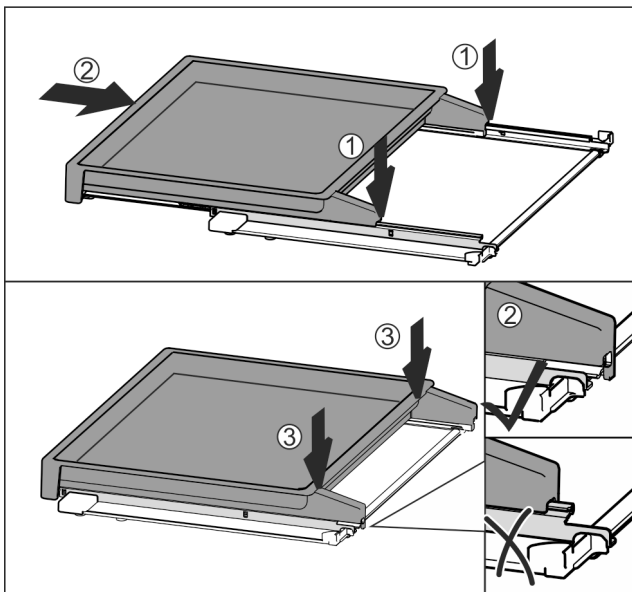

Fig. 33
- ▶ Встановіть по центру на рейки Fig. 33 (1).
- ▶ Повністю вставте витяжну панель Fig. 33 (2).
- ▶ Натиснути на задній бік, доки вона не зафіксується зі звуком Fig. 33 (3).